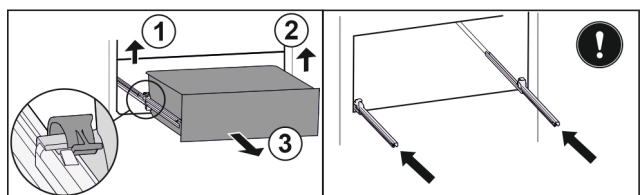

Fig. 75
- ▶ Підняти лівий затискач і одночасно висувний ящик ліворуч потягнути вперед. Fig. 75 (1)
- ▶ Підняти правий затискач і одночасно висувний ящик праворуч потягнути вперед. Fig. 75 (2)
- ▶ Вийняти висувний ящик рухом вперед. Fig. 75 (3)